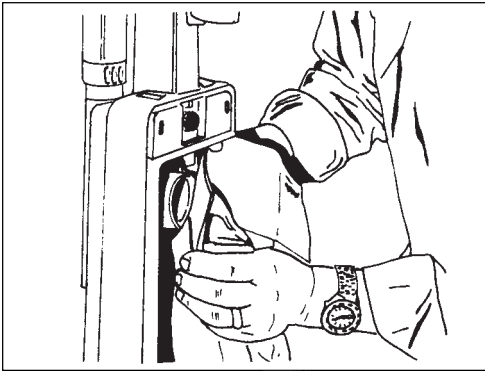

Figure 14-
- c. Put the opening in the cardboard inlet over the bag adapter. See figure 14.
- c. Introduisez l'ouverture du collet en carton sur le support. Voir figure 14.